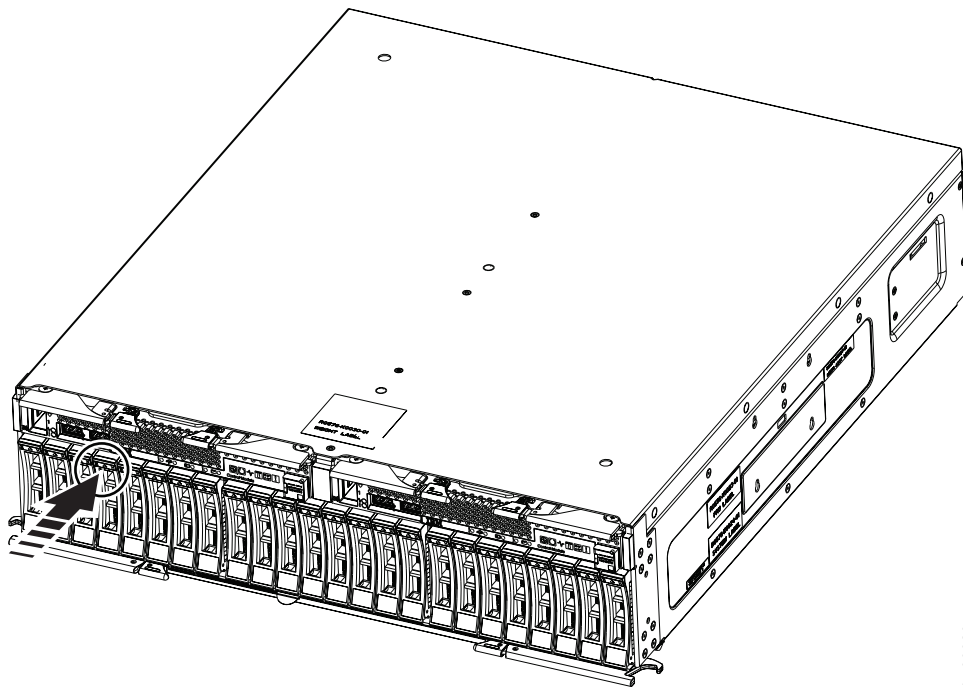

Figure 25. Déverrouillage du bloc d'unité
1. Déverrouillez le bloc d'unité en appuyant sur le point de contact rouge situé dans la partie supérieure de l'assemblage avec votre doigt. Voir figure 25. La poignée va sortir vers l'extérieur.